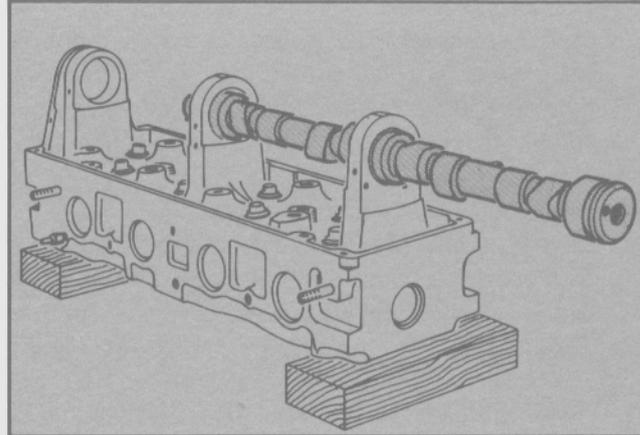

Fig. 84 - Instalación del árbol de levas
- Instalar cuidadosamente el árbol de levas por el cojinete trasero (Fig. 84).